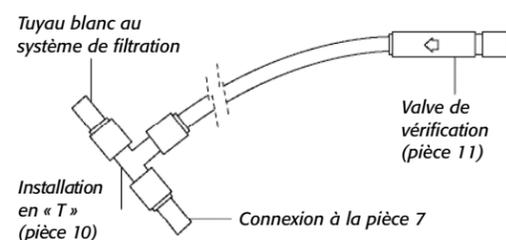

Figure 3
- 8.** Coupez le tuyau blanc pour connecter l'approvisionnement en eau (pièce 7) et l'entrée du système de filtration. Connectez les entrées droites de la deuxième installation en « T » (pièce 10) aux bouts libres du tuyau blanc (voyez la figure 3).
- 9.** Connectez le tuyau blanc inclus avec le refroidisseur à la troisième entrée de la deuxième installation en « T » (pièce 10) et la sortie de la valve de vérification (voyez la figure 3).